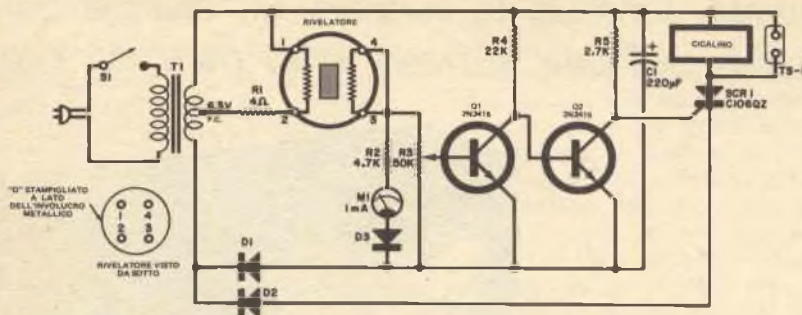

FIG. 1 - Quando il rivelatore avverte la presenza di un gas, la corrente circolante nello strumento ne indica il livello relativo.
**Come funziona** - Il rivelatore vero e proprio (DET) è un semiconduttore di tipo n, composto da biossido di stagno, il quale viene riscaldato da un filo di platino (fig. 1). In presenza di gas, la differenza tra i livelli energetici degli elettroni presenti nelle molecole di gas ed il semiconduttore fa spostare gli elettroni dal gas al semiconduttore, la cui resistenza diminuisce. Per esempio, con un livello di gas propano di sole 1.000 parti su un milione, la resistenza dell'elemento sensibile scenderà al 5% della sua resistenza in aria pulita.